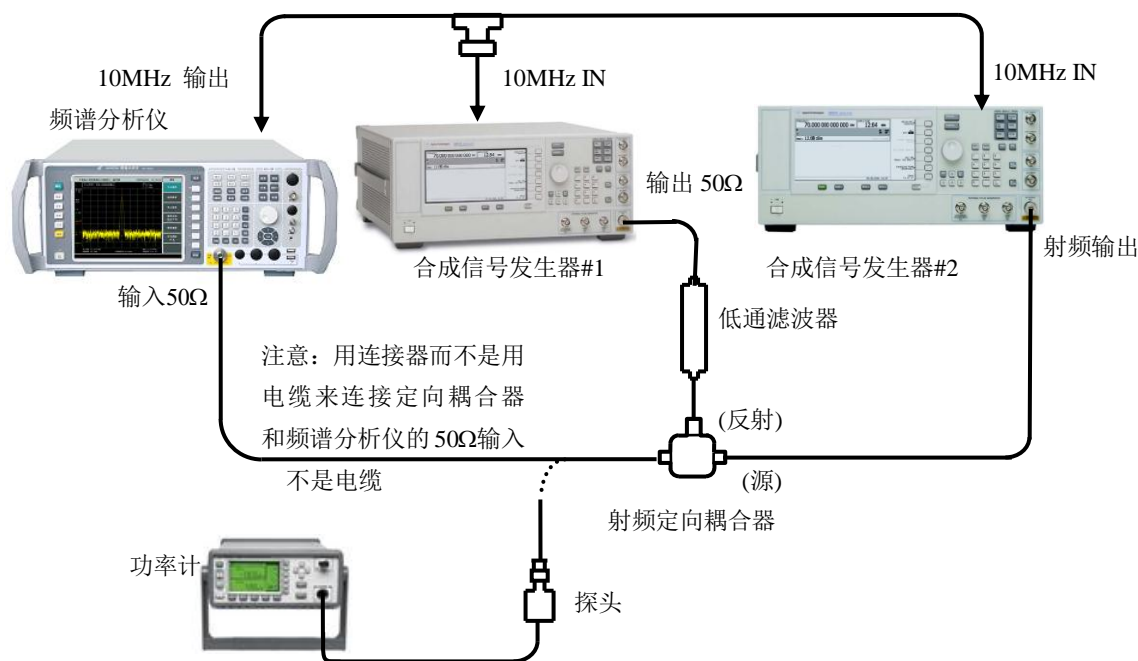

图 6-15 三阶交调失真测试设置 (10MHz 到 4.0GHz)
- 1) 如图 6-15 连接仪器，但先不把定向耦合器接到频谱分析仪上。